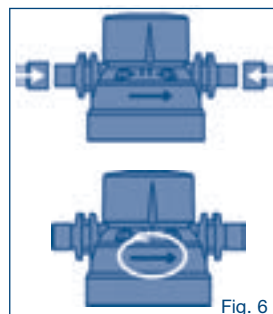

Fig. 6
- Vérifiez que le sens d'écoulement est correct (voir fig. 6).